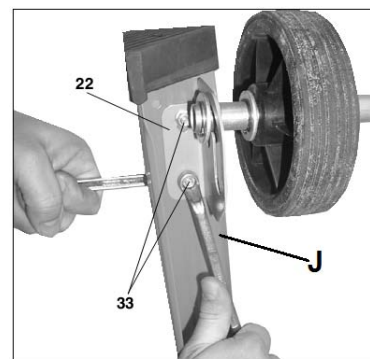

Рис. 4
Работая изнутри, прикрутите кронштейны колесного шасси (22) к задним ножкам (J) при помощи 4 болтов (33). Рис. 4